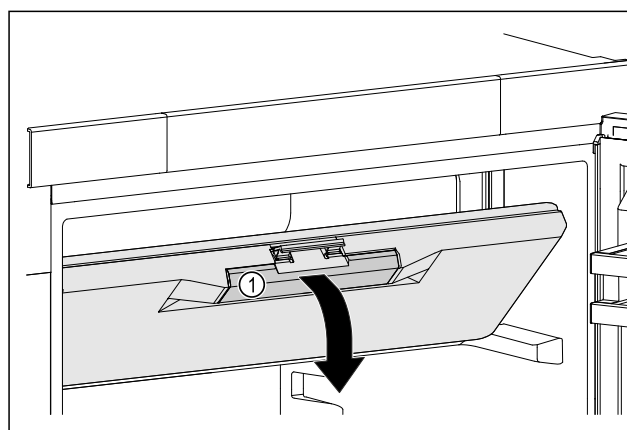

Fig. 52
- Dotkněte se dvířek mrazicího oddílu na prohlubni rukojeti Fig. 52 (1).